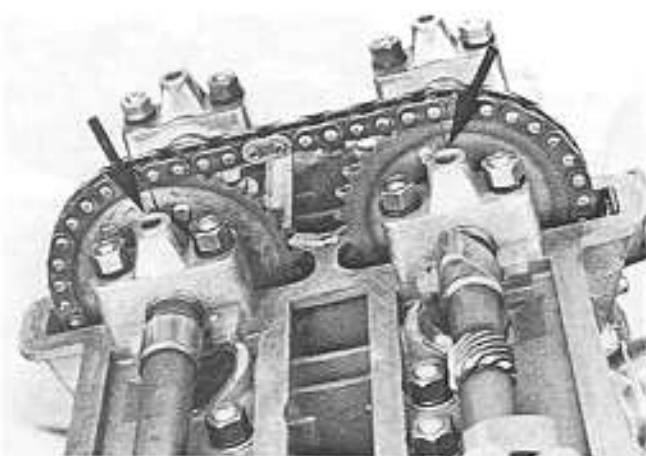

Fig. 35
- Ruotare il rotore del generatore fino a che la maglia di congiunzione della catena di distribuzione venga a trovarsi tra le due ruote dentate dei due assi a camme (Fig. 35).
- Turn the A.C. generator rotor until the chain connecting link is between the camshaft sprockets (Fig. 35).